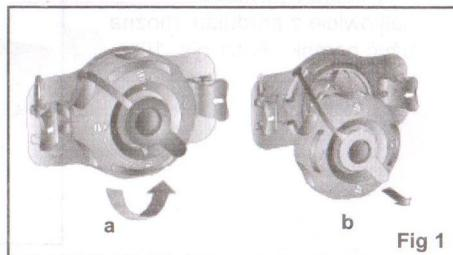

Fig 1
- Поверните клапан надувного отверстия против часовой стрелки до упора. (Рис. 1-а).
- Снимите клапан. (Рис. 1-б).